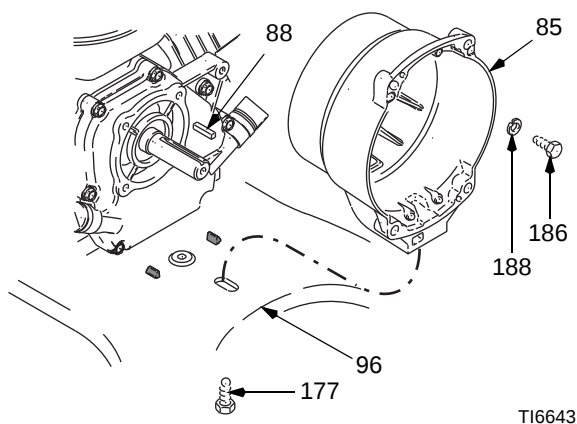

FIG. 10
1. FIG. 10. Retire quatro parafusos de cabeça sextavada (186) e as anilhas de segurança (188) que fixam o cárter da embraiagem (85) ao motor.
2. Retire o parafuso (177) da parte inferior da placa de fixação (96).
3. Retire o cárter da embraiagem (85).
1. FIG. 10. Exerça pressão sobre o cárter da embraiagem (85).
2. Instale quatro parafusos de cabeça sextavada (186) e as anilhas de segurança (188) e fixe o cárter da embraiagem (85) ao motor. Utilize um momento de aperto de 20,3 N•m (180 in-lb).
3. Instale o parafuso de cabeça sextavada (177) na parte inferior da placa de fixação (96). Utilize um momento de aperto de 27,1 N•m (20 ft-lb).